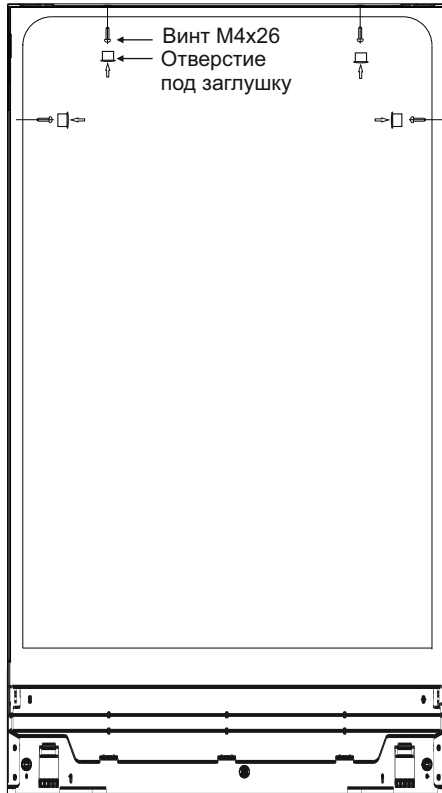

Рисунок 14 - Расположение заглушек
2. Вставьте четыре заглушки в отверстия.(рисунок 14).